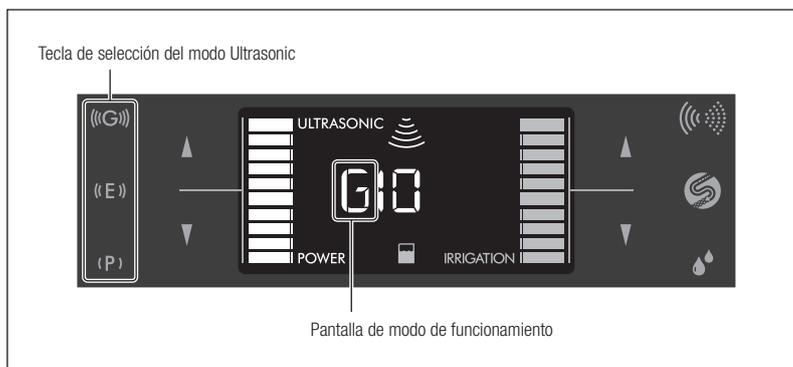

Fig. 20
- 1) Toque la tecla de selección del modo Ultrasonic para seleccionar el modo. El modo seleccionado aparece en el panel LCD como P/E/G (Fig. 20).